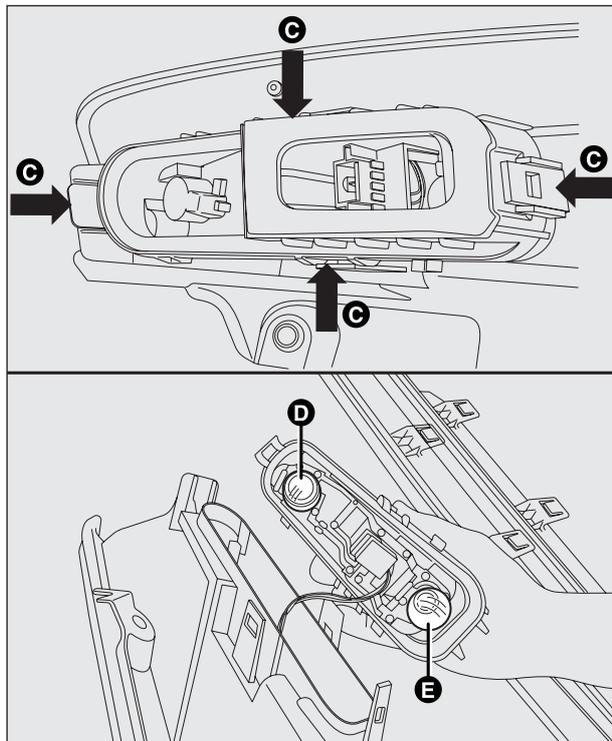

fig. 170
- sganciare il portalampade agendo sui fissaggi C-fig. 170;